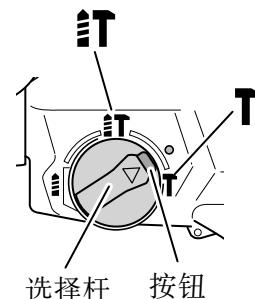

图 20
- (1) 安装尖钻或冷錾。
- (2) 按下按钮，并将选择杆调整至 **IT** 记号和 **T** 记号的中间 (图 20)。